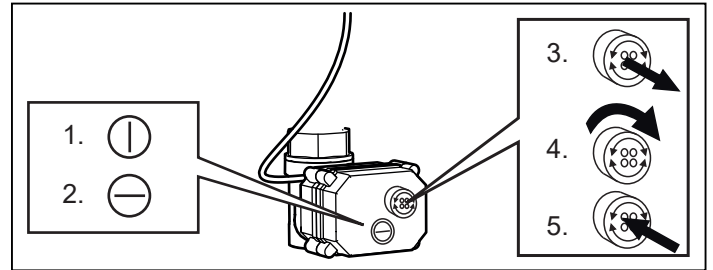

Figure 18 : 1. La ligne verticale indique une vanne ouverte
4. Tirez sur le bouton du robinet à boisseau sphérique et tournez-le jusqu'à ce que l'indicateur indique la position ouverte. Voir la figure 18.